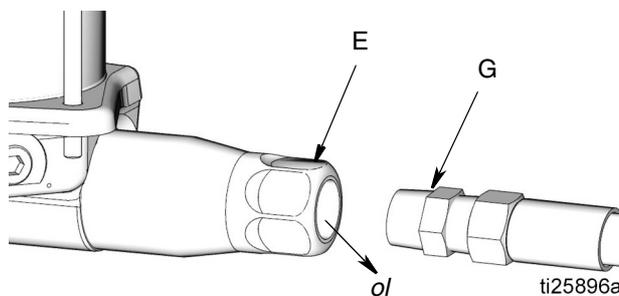

FIG. 8
2. Desconecte la **línea de suministro de lubricante (G)** de la **salida de la bomba (E)** (FIG. 8).
3. Abra la **válvula de aire principal de tipo purga (F)**, página 4).
4. Abra la **válvula de cierre (V)**.
5. Haga funcionar la bomba unos cuantos recorridos hasta que salga aceite (o), sin aire, por la **salida de la bomba (E)** (FIG. 8).